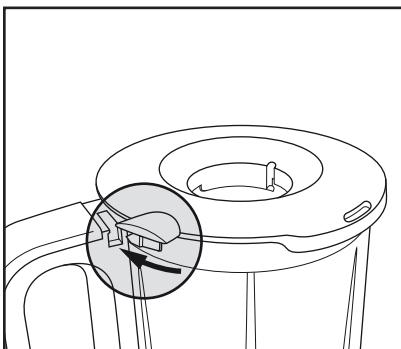

Abb. 4
Drehen Sie den Deckel ⑥ im Uhrzeigersinn, so dass die Arretierung am Deckel ⑥ in die Schiene am Griff des Mixergefäßes ⑦ greift (Abb. 4).